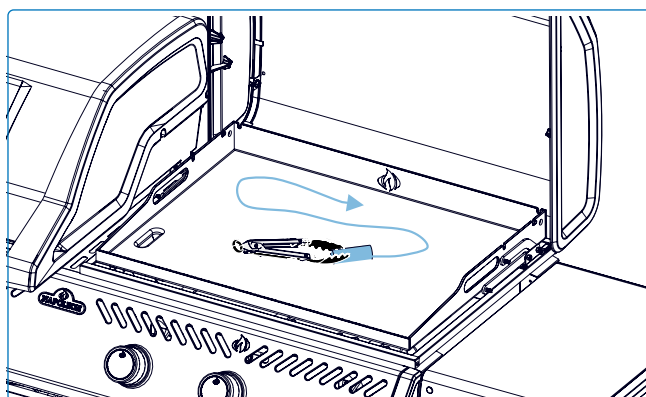

Fig. 12
6. Usando guantes resistentes al calor y pinzas de mango largo con una toalla de papel, esparza el aceite en una capa fina y uniforme por toda la superficie **(Fig. 12).**